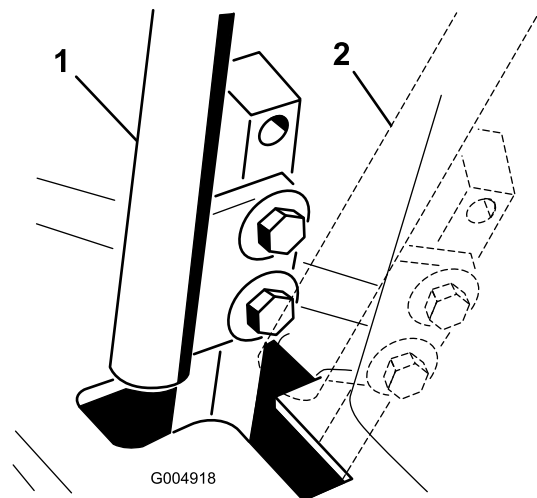

Bild 64
4. Schieben Sie einen der Hebel in die neutrale, jedoch **nicht gesperrte** Stellung (Bild 64).
6. Prüfen Sie, dass der Fahrtriebshebel relativ zur Kerbe im Armaturen Brett ist (Bild 64). Er sollte zentriert sein, so dass der Hebel nach außen in die gesperrte Neutralstellung gedreht werden kann.